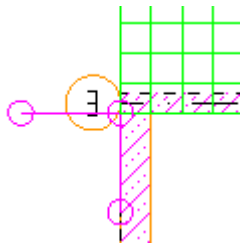

Abbildung 10 - Linkes Lager
- Mit "*Ausführen*" wird das Lager erstellt (vgl. Abb. 10).